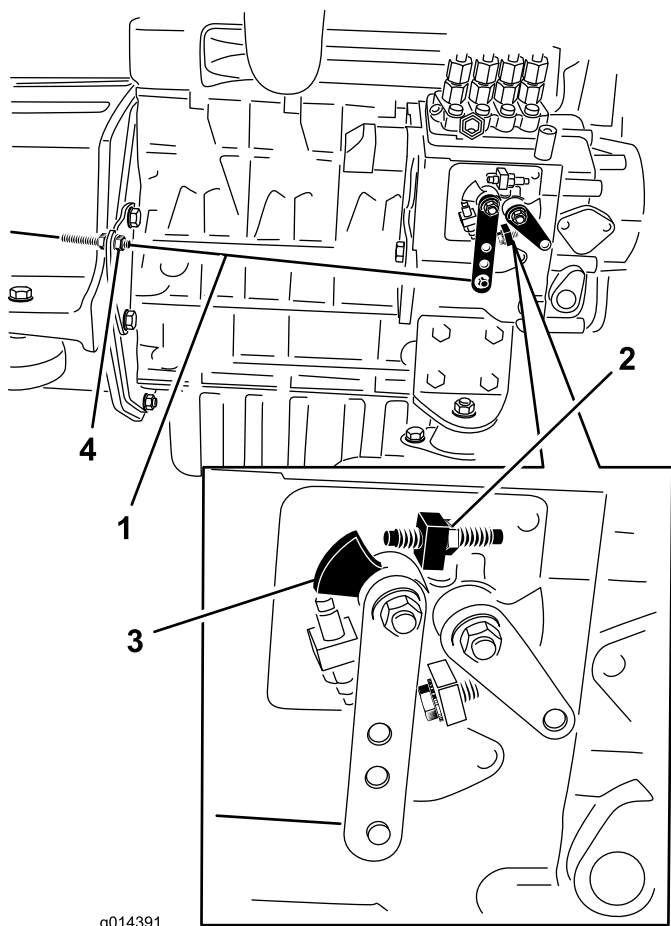

Figura 35
2. Compruebe la posición de la palanca de control de velocidad de la bomba de inyección de combustible del motor. La palanca de control de velocidad debe estar en contacto con el tornillo de alta velocidad cuando la palanca de control del acelerador está en la posición de Rápido (Figura 35).
3. Si es necesario, la posición de las contratueras del cable de control del acelerador puede ajustarse hasta que la palanca de control de velocidad entre en contacto con el tornillo de alta velocidad cuando la palanca de control del acelerador está en la posición de Rápido (Figura 35). **No ajuste el tornillo de alta velocidad de la palanca de control de velocidad.**